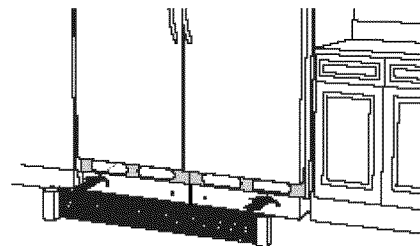

Figura 18
- Coloque la rejilla inferior metálica (F) usando los tornillos que guardó al extraer los paneles de las rejillas plásticas. Es posible que le resulte más fácil alinear los tornillos **si abre las puertas de ambas unidades**. Inserte los tornillos a través de los agujeros del extremo izquierdo y derecho y apriételos hasta que queden ligeramente apretados. **Haga los ajustes necesarios para que la rejilla inferior quede paralela a la parte inferior de ambas puertas. En el caso de una instalación doble, utilice dos tornillos internos.** Apriete todos los tornillos. Vea la figura 18.